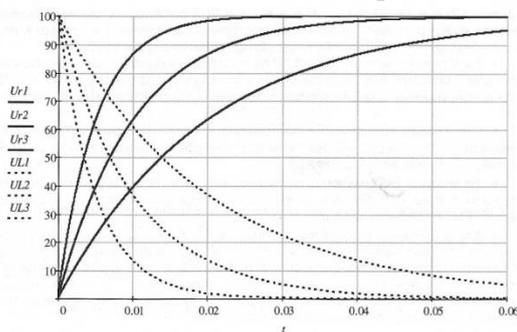

Рис. 20.2. Семейство графических диаграмм функций $u_R(t)$ и $u_L(t)$.
- Рабочая схема исследуемой цепи и схема включения измерительных приборов (рис. 20.2).
Продолжительность переходного процесса T_{Π} увеличивается с ростом L и убывает с ростом R . На рис. 20.2 показано семейство графических диаграмм функций $u_R(t)$ и $u_L(t)$ для различных сочетаний параметров элементов R и L .